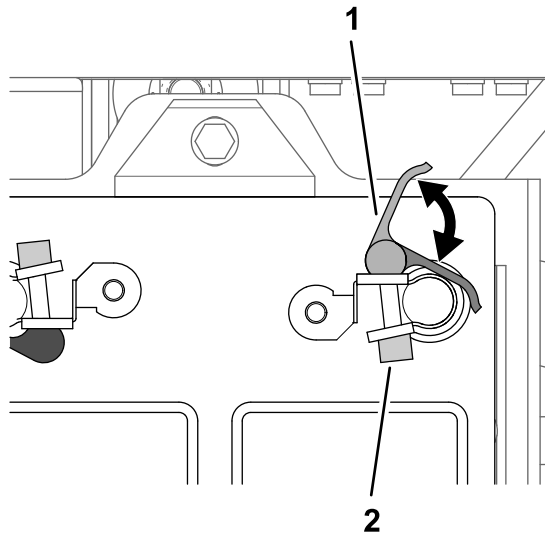

Figura 207
- Abra o manípulo do trinco do grampo de ligação rápida com o manípulo preto (Figura 207).
- Feche a pega do trinco do grampo de ligação rápida (Figura 207).